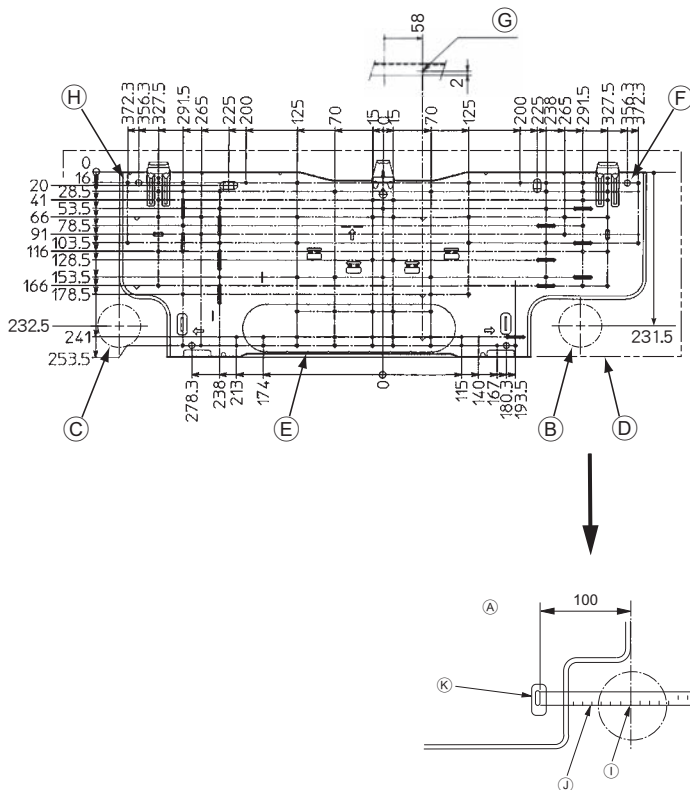

Fig. 3-2
■ PKFY-P-VHM-E (Fig. 3-2)
- Ⓐ Planche d'installation ①